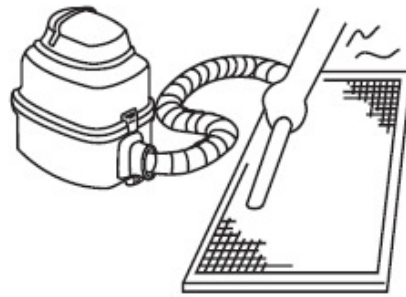

Fig.6-3
- *Partea prin care patrunde aerul trebuie sa fie cu fata in sus atunci cand folositi aspiratorul (vezi Fig. 6-3).*